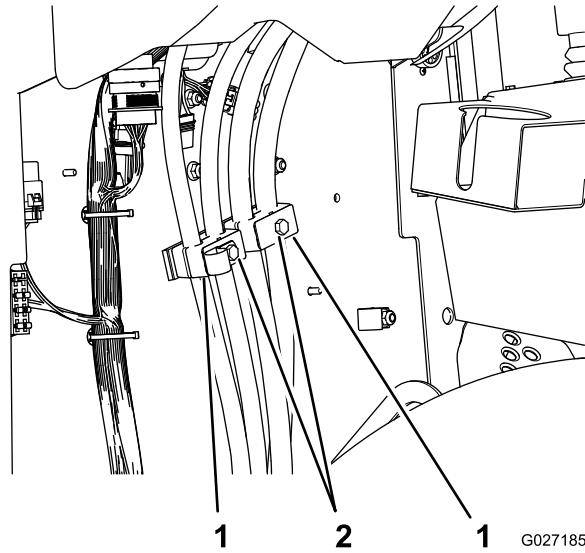

Figura 3
2. Afloje los 2 pernos ($5/16'' \times 1\frac{3}{4}''$) y las 4 abrazaderas que sujetan las mangueras de la válvula de dirección a la consola (Figura 3).